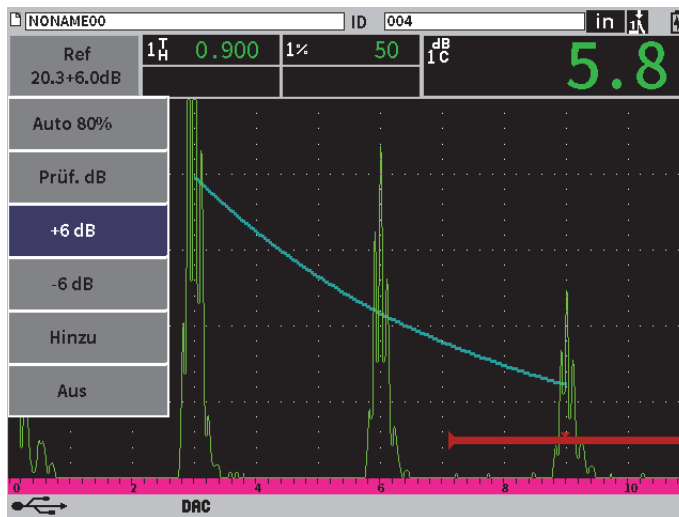

Abbildung 11-11 Standard DAC mit Prüfverstärkung von 6 dB
2. Ändern Sie die Verstärkung in Fein- oder Grobeinstellung oder setzen Sie die Schaltflächen **+6 dB** oder **-6 dB** ein, um die Prüfverstärkung zu erhöhen oder zu verringern (siehe Abbildung 11-11 auf Seite 190).